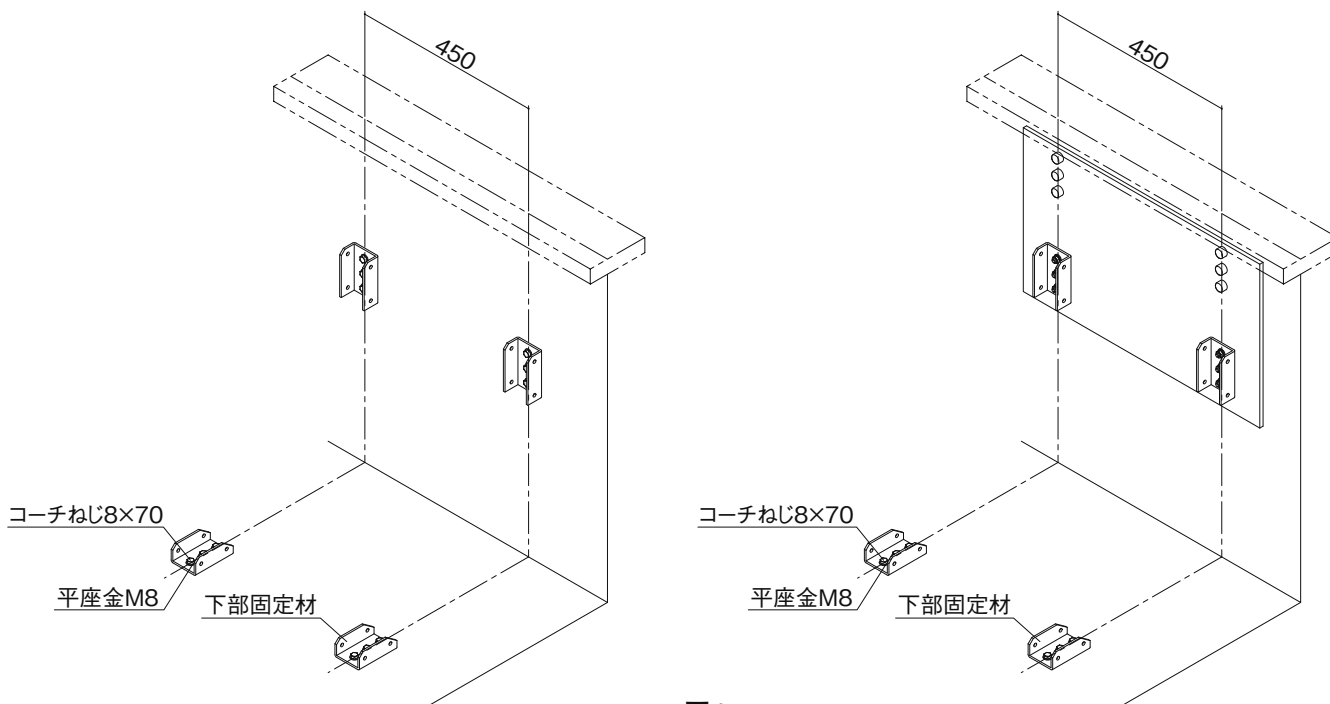

図4
- ① 桁についている下部固定材を取りはずしてください(**3 上部固定材の取り付け** ①を参照)。
- ② **2 下部墨出し** で墨出した位置に下穴(φ6、深さ70mm)をあけ、下部固定材をコーチねじ8×70および平座金M8で床に取り付けてください(図4参照)。
- ③ 下部固定材を桁からはずした専用ボルト、ばね座金および平座金は紛失しないようにしてください。